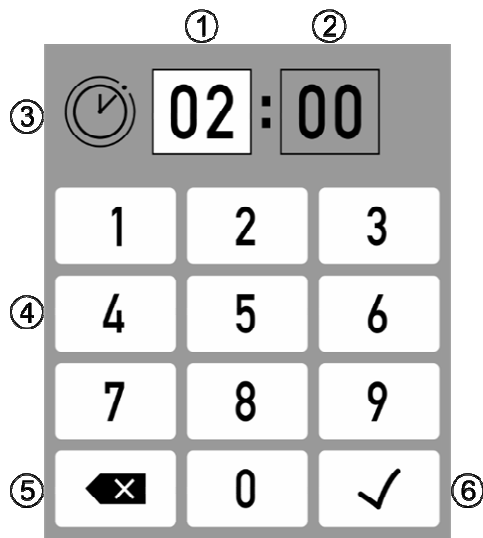

Fig. 5: Menu per le impostazioni dell'ora
Il menu impostazioni dell'ora viene utilizzato per diversi valori e può apparire più volte nella guida del menu. Il sottomenu attuale è rappresentato nella posizione 3 (vedi Fig. 5).
1. Attivare uno dei campi temporali 1/2 (vedi Fig. 5) mediante azionamento.
2. Inserire l'ora desiderata mediante il campo numerico (4).
3. Premendo il tasto Invio (6) il valore viene salvato.